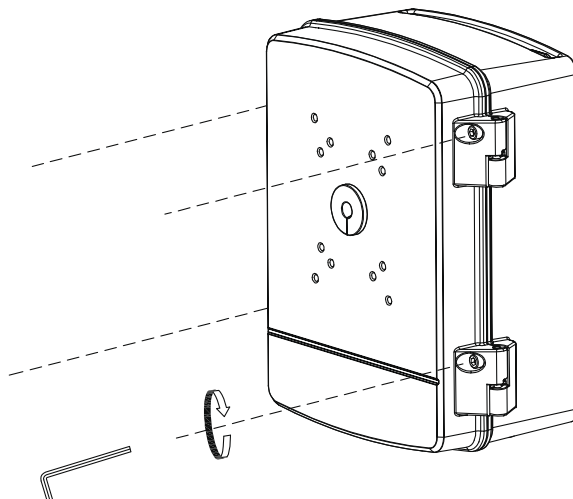

Рисунок 4.4 – Монтаж
2. С помощью ключа S5.0 (Шестигранник) из комплекта поставки открутите фиксирующие винты для открытия монтажной коробки (Рисунок 4.4).